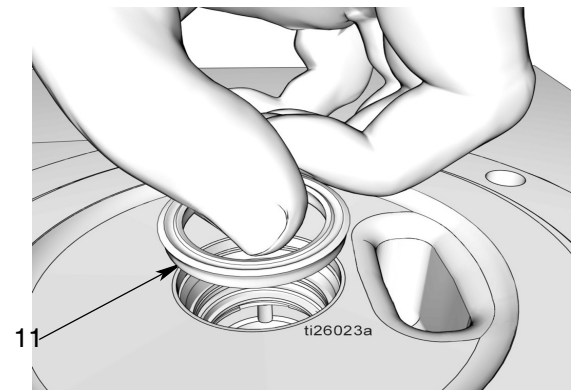

Рис. 39
- h. Установите уплотнение (11) с обращенными вверх кромками, как показано на Рис. 39.